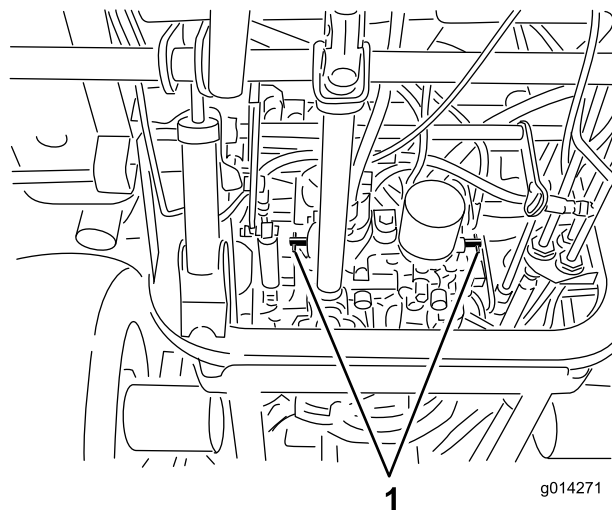

Figure 34
4. Tournez chaque vanne de dérivation d'un tour dans le sens anti-horaire (Figure 34).
Tournez chaque vanne de dérivation d'un tour dans le sens horaire et serrez-les à la main (couple de serrage de 8 Nm (71 po-lb) approx.) (Figure 34).